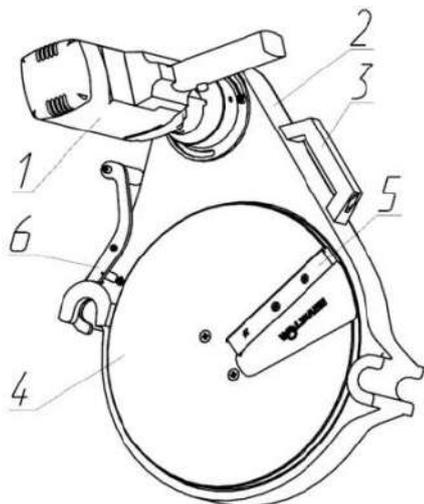
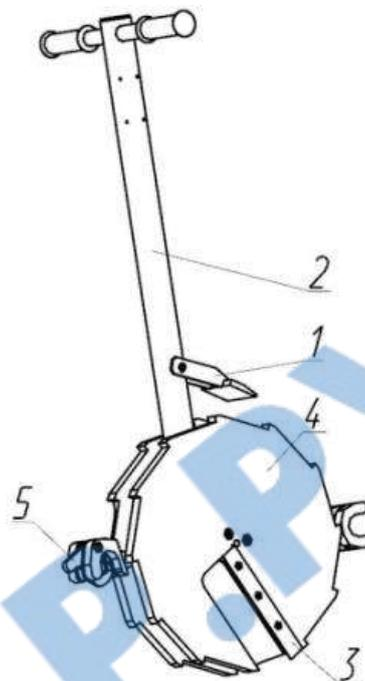

Рис. 3
Рис. 4
- 5- Торцеватель с электроприводом (Рис. 3 стр. 11)
- 3- Торцеватель с электроприводом (Рис. 3 стр. 11)
- 6-Ручной торцеватель (Рис. 4 стр. 11)
Предназначен для механической обработки свариваемых торцов в процессе подготовки к сварке. Электрический торцеватель состоит из двух вращающихся дисков с установленными на них ножами, корпуса, электропривода (**Рис. 3**). Торцеватель с ручным приводом состоит из двух вращающихся дисков с установленными на них ножами, рычага с толкателем (**Рис. 4**). Торцеватели фиксируются на штоках центратора с помощью фиксатора.